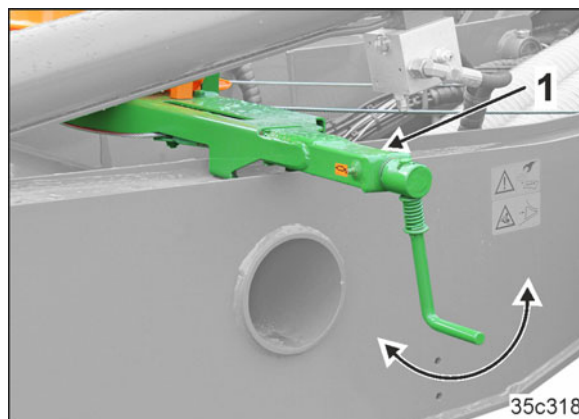

Bild 123
2. Dra åt maskinens parkeringsbroms (Bild 123/1).